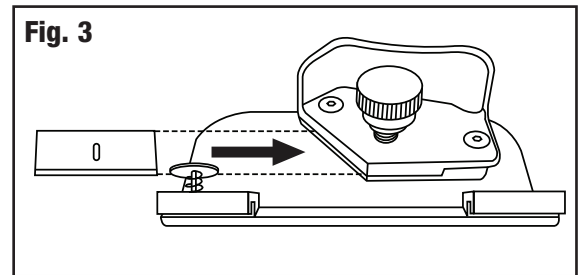

Fig. 3
3. Deslice la cuchilla con la parte afilada hacia abajo totalmente dentro del sujetador de la cuchilla (Fig. 3).